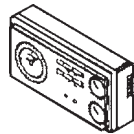

Fig. 5.1
- ställa in rumstermostaten på den önskade temperaturen (~ 20°C) eller om anläggningen är försedd med timer kontrollera att den är "aktiv" och inställd på (~ 20°C) (fig. 5.1)